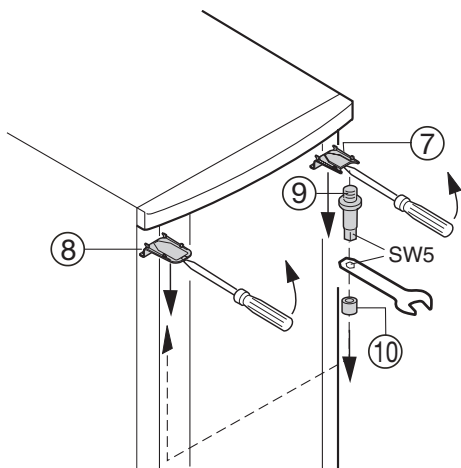

Fig. 2
- Déclipsez en avant l'habillage fig. 2 (7) et l'habillage fig. 2 (8) à l'aide d'un tournevis et l'enlever tout droit vers le bas.
- Enlevez le pivot fig. 2 (9) à l'aide d'une entretoise fig.2 (10) et vissez-le sur le côté opposé. Utilisez pour ce faire la vis à tête six pans creux de la clé fournie.
- Monter à nouveau l'habillage fig. 2 (7) sur le côté du pivot. placer à l'arrière, enclencher à l'avant.
- Montez l'habillage fig. 2 (8) sur le côté opposé: placer à l'arrière, enclencher à l'avant.
- Enlevez le pivot fig. 2 (9) en prenant garde à l'entretoise fig. 2 (10) et fermez la porte.